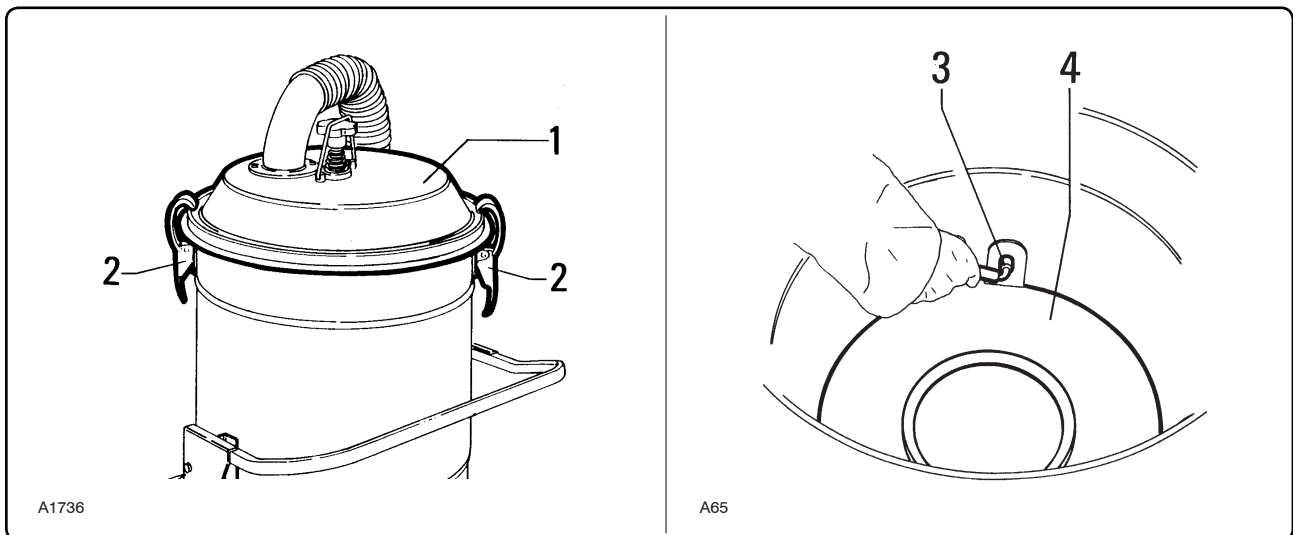

Fig. 7.5.10
7.5.8 - Pulizia o sostituzione del ciclone fig. 7.5.10
7.5.8 - Cleaning or replacing the separator fig. 7.5.10
7.5.8 - Nettoyage ou remplacement du cyclone fig. 7.5.10
7.5.8 - Limpieza o sustitución del ciclón fig. 7.5.10